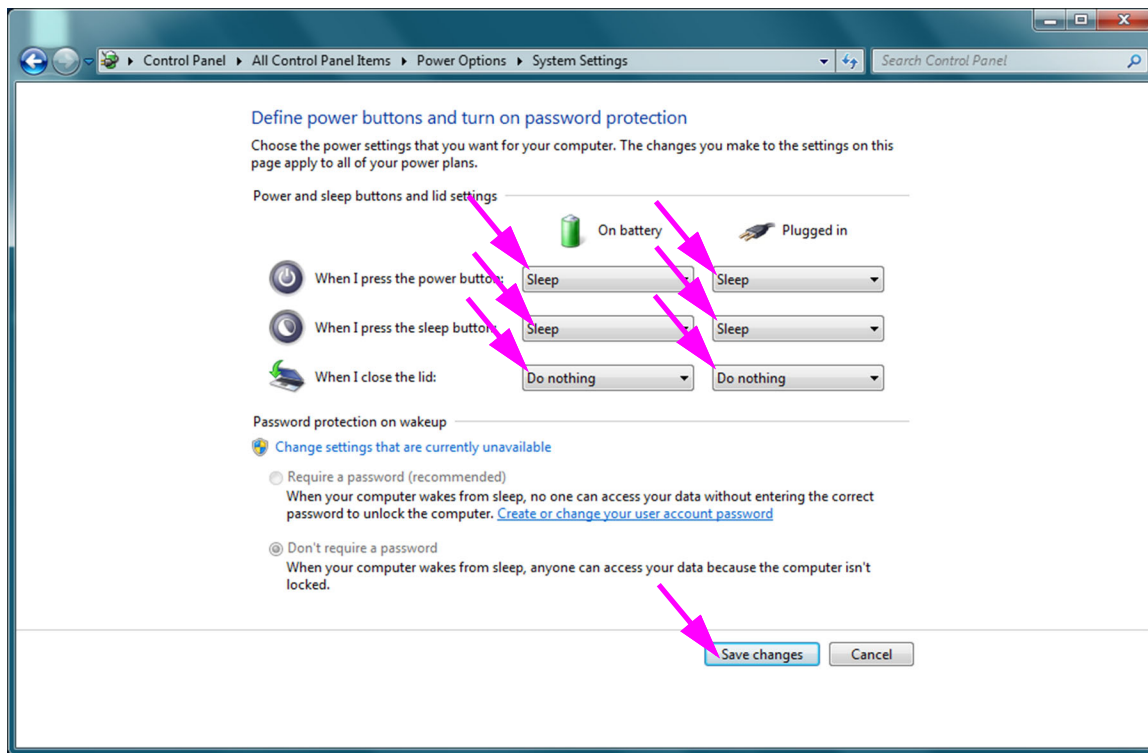

Figura 2-23. Ventana System Settings (Configuración del sistema)
- Portátiles solamente:** En la ventana Power Options (Opciones de energía), haga clic en la opción **Choose what closing the lid does (Elegir el comportamiento del cierre de la tapa)**. Se muestra la ventana System Settings (Configuración del sistema) (vea la figura 2-23). Configure la opción **When I close the lid (Al cerrar la tapa)** a **Nothing**